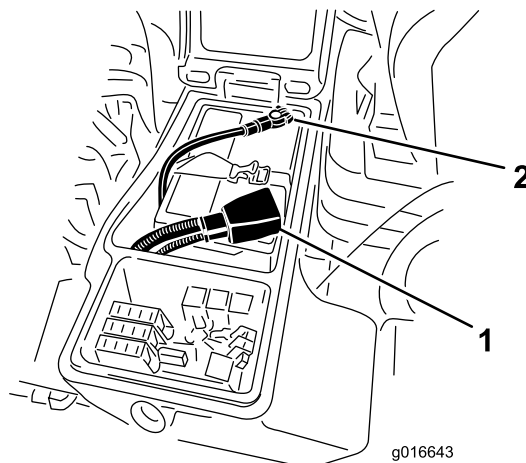

Figura 61
5. Instale o cabo positivo (vermelho) no terminal positivo (+) e o cabo negativo (negro) no terminal negativo (-) da bateria (Figura 61).